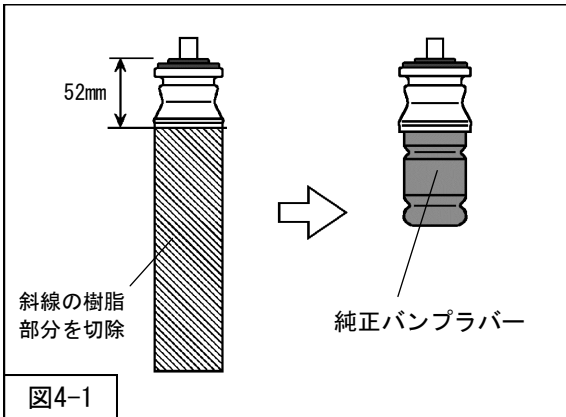

図4-1
- ・ダストブーツ部分が純正アッパーマウントと一体になっている場合は、図4-1を参考に樹脂部分を切除してください。
2. 純正アッパーマウントは、固定されている純正バンブラバーを取外し、リアダンパーASSYに組付けてください。（図4-1）